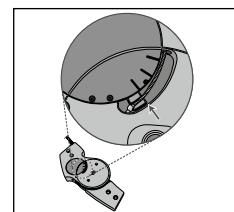

Fig. 5
3. Dopo la rimozione della piastra di copertura, verifichate se il lato superiore del Braccio di leva (che tiene il cavo satellitare) è parallelo al più basso dei tre marcatori sull'Unità funzionale (**vedere Fig. 5**).
12. Ricontrolli la posizione corretta (Modalità 3) del Braccio di leva nell'Unità funzionale del giunto (**vedere Fig. 5**).